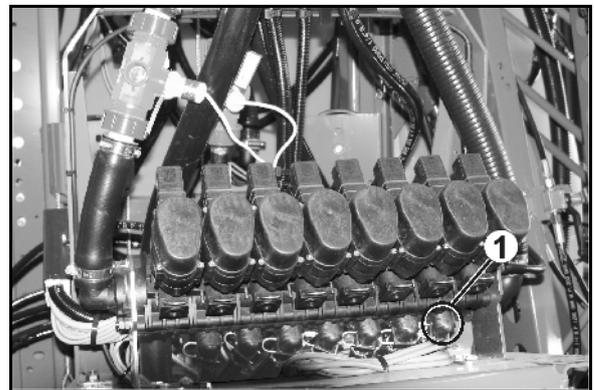

图 158
1. 拔出喷杆组阀中（图 158/1）的所有喷雾管路。
1. 拔下喷杆组阀（图 158/1）的一个喷雾管路。